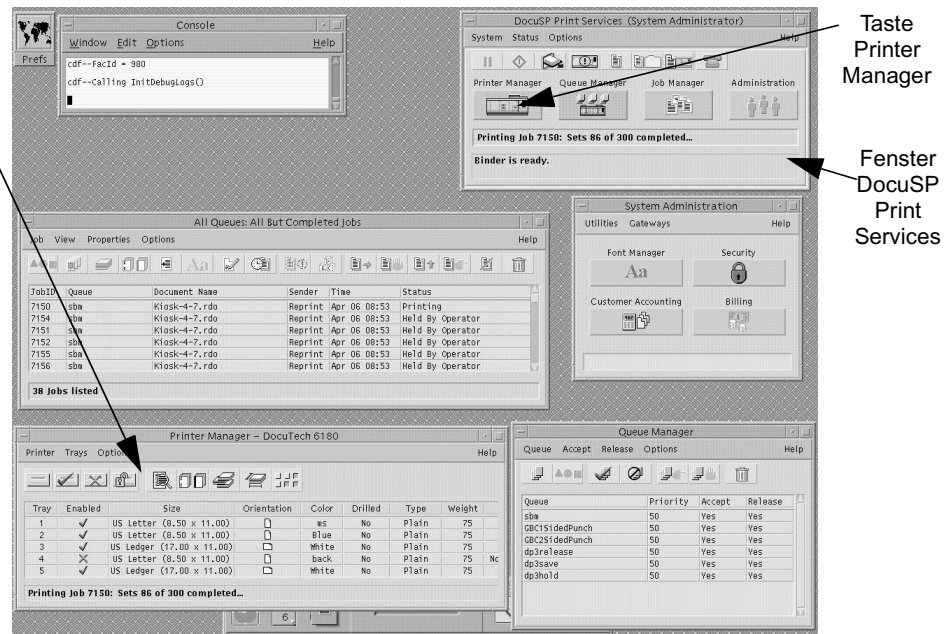

Abbildung 1-4: 61XX Monitorbildschirm und das Fenster Printer Manager
- 1 Gehen Sie im 61XX Monitorbildschirm zum Fenster **Printer Manager** (Druckerverwalter) wie es in Abbildung 1-4 bereits geöffnet gezeigt wird. Wenn es nicht geöffnet ist, gehen Sie zum Fenster DocuSP Print Services (Druckdienste) und klicken Sie auf die Taste Printer Manager.